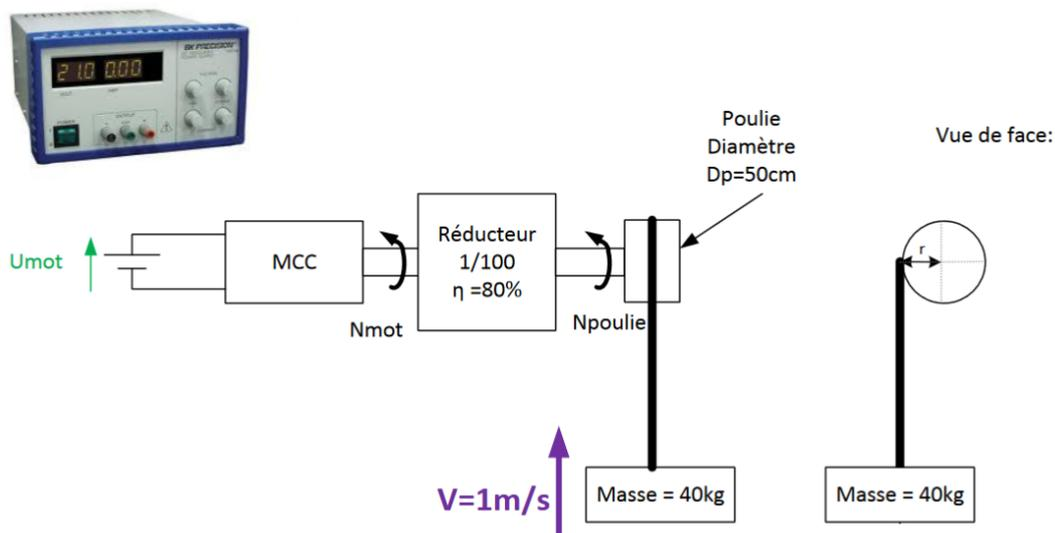

figure 1
3. **Paramétrer** le modèle du système de levage à partir de l'annexe 1 et de la figure 1 (Moteur, réducteur, poulie, masse).